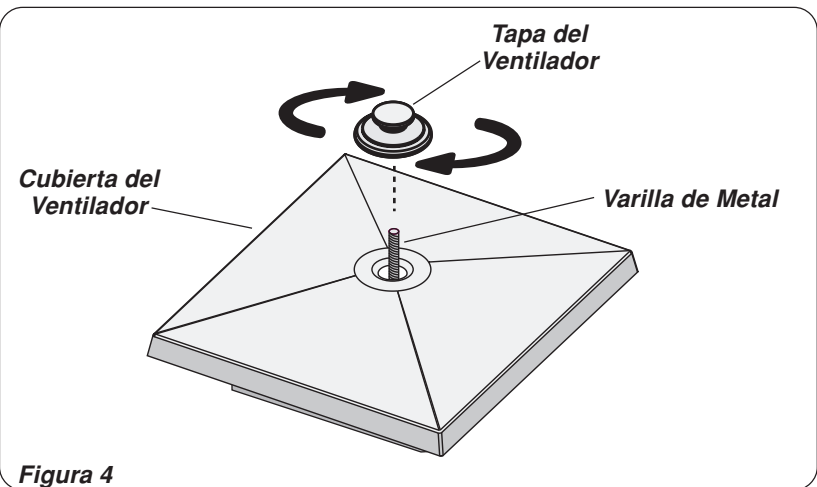

Figura 4
5. Coloque la **Tapa del Ventilador** sobre la **Varilla de Metal** en el centro de la **Cubierta del Ventilador**. (Figura 4)